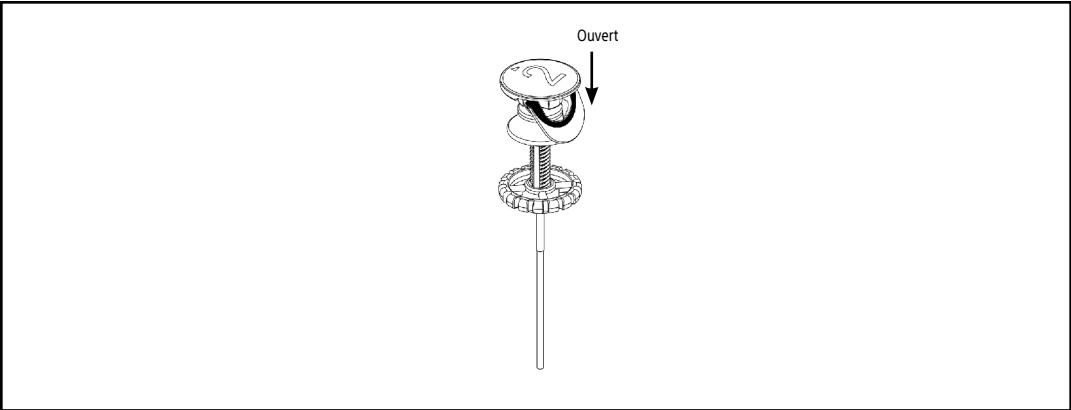
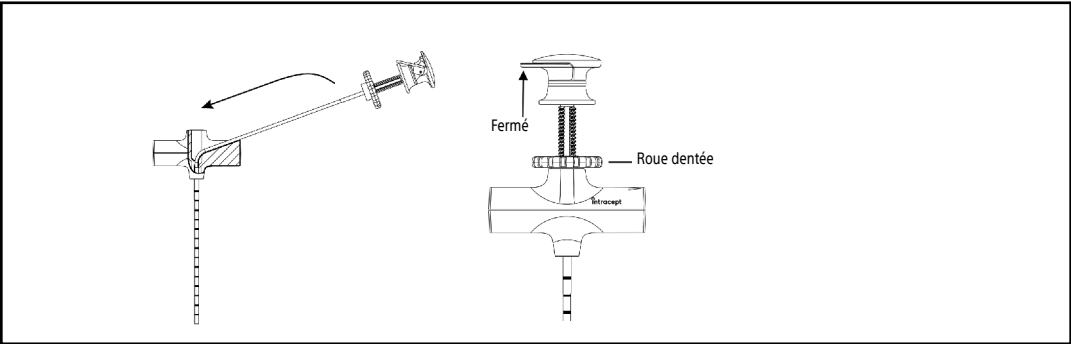

FIGURE 4
FIGURE 5
8. S'assurer que la roue dentée de l'ensemble de canule courbe est maintenue par le verrou à friction à la position de filetage la plus basse (tourner dans le sens des aiguilles d'une montre si nécessaire). Appuyer (ouvrir) la languette de fixation (l'indicateur rouge est visible) en s'assurant que la pointe du stylet en J est rétractée dans la canule courbe (voir Figure 4). Tout en maintenant la position de la canule d'introduction, saisir la poignée de l'ensemble de canule courbe et insérer soigneusement la pointe distale dans la poignée de la canule d'introduction tout en alignant la pointe de l'ensemble de canule courbe avec la lumière interne de la canule d'introduction. En un seul mouvement, introduire l'ensemble de canule courbe dans la canule d'introduction tout en le soulevant à la verticale pendant qu'il glisse dans la canule d'introduction (voir Figure 5). Poursuivre l'insertion jusqu'à ce que l'ensemble de la canule courbe soit complètement en place et que la flèche sur le stylet en J s'aligne avec les flèches sur la canule d'introduction. S'assurer que la languette de fixation est en position fermée (voir Figure 5) avant le déploiement de l'ensemble de canule courbe.
11. Poursuivre avec l'avancement de l'ensemble de canule courbe en appliquant des coups de maillet contrôlés et en procédant à de petits ajustements de rotation pour ajuster la trajectoire selon les besoins afin de guider la pointe vers le site cible ; utiliser l'imagerie antéro-postérieure (AP) et latérale pour vérifier la trajectoire. Poursuivre l'avancement jusqu'à ce que la section proximale de la pointe du stylet en J traverse le plan sagittal médian du corps vertébral ou que l'ensemble de canule courbe soit complètement déployé, tel qu'indiqué par la roue dentée placée dans la canule d'introduction.